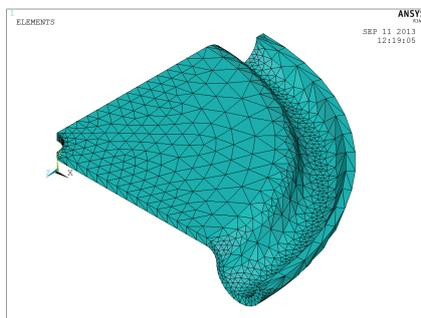

图 5-91 通过自由网格划分实体模型的结果
(7) 选择【Main Menu】/【Preprocessor】/【Meshing】/【Mesh】/【Volumes】/【Free】命令，选取该实体模型，单击  按钮，对实体进行自由网格划分。划分结果如图 5-91 所示。